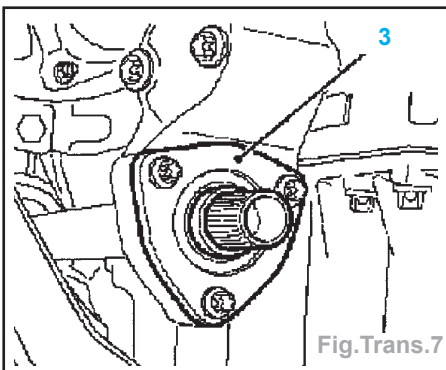

Fig.Trans.7
- Démontez la bride d'arbre intermédiaire (3) du support de retenue (3 vis) (Fig. Trans.7).